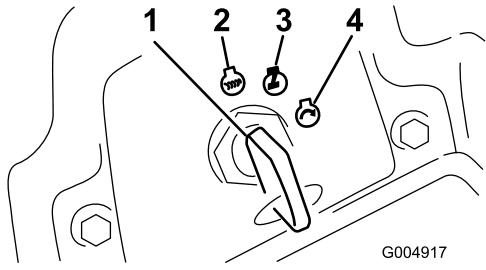

Bild 16
- Drehen Sie den Zündschlüssel nach rechts in die Lauf-Stellung (Bild 16).
- Drehen Sie den Zündschlüssel auf die Aus-Stellung (Bild 16). Warten Sie, bis alle sich bewegenden Teile zum Stillstand gekommen sind, bevor Sie die Bedienungsposition verlassen.